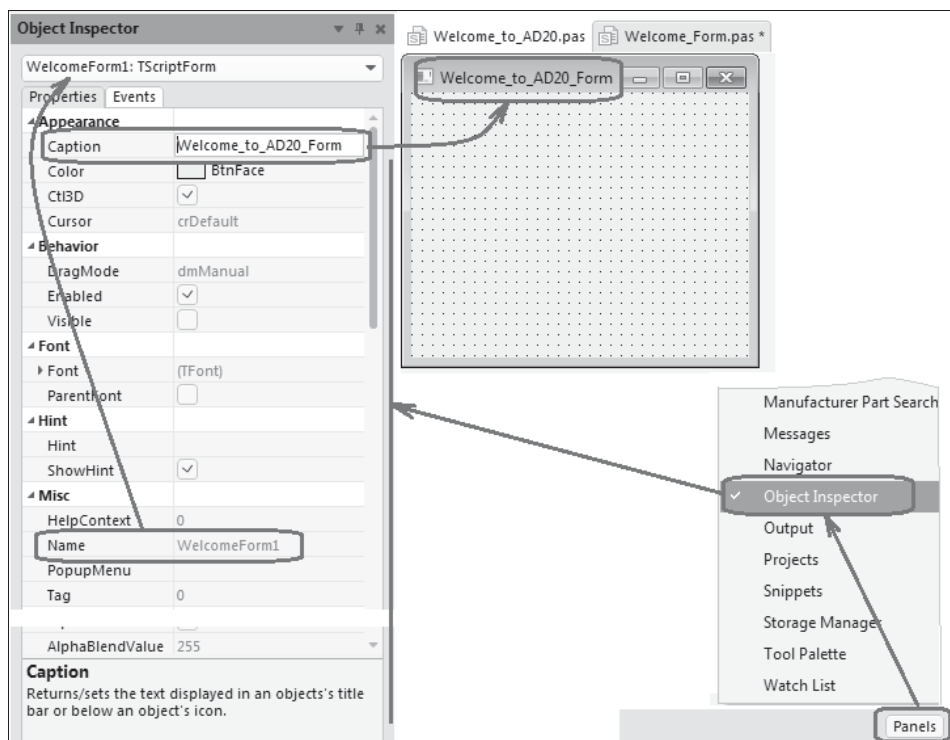

Рис. 14.4. Редактирование свойств скрипт-формы
4. Щелчком на кнопке **Panels** в правом нижнем углу обрамления главного окна программы открыть контекстное меню и указать активацию панели **Object Inspector** (Инспектор объектов) (рис. 14.4).